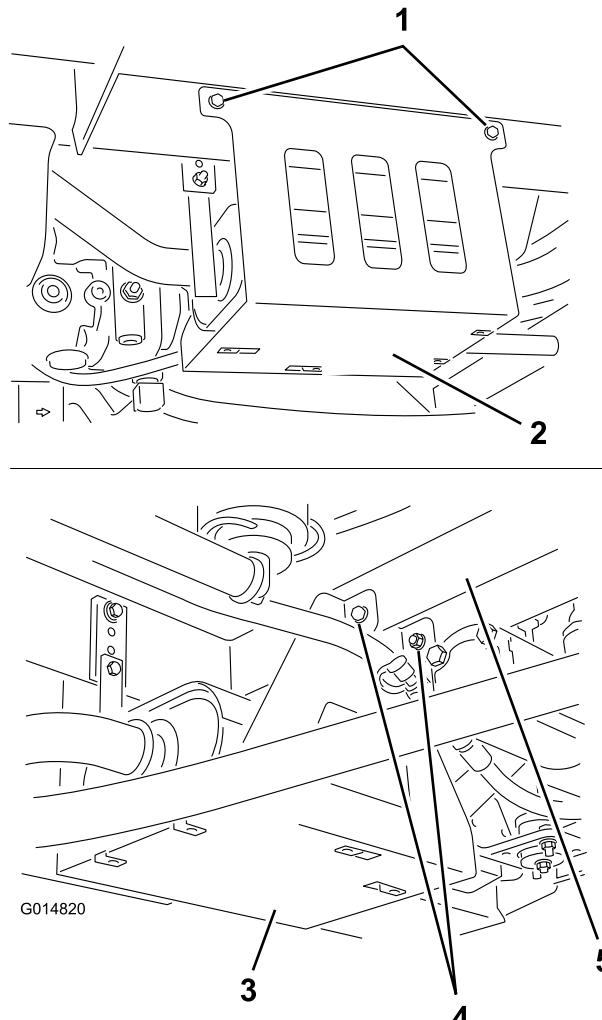

図 2
2. フレームとクロス部材に防熱シールドを取り付ける；タッピング・ボルト 2 本、六角ヘッド・ボルト 2 本と六角フランジ・ナットを使用する (図 2)。